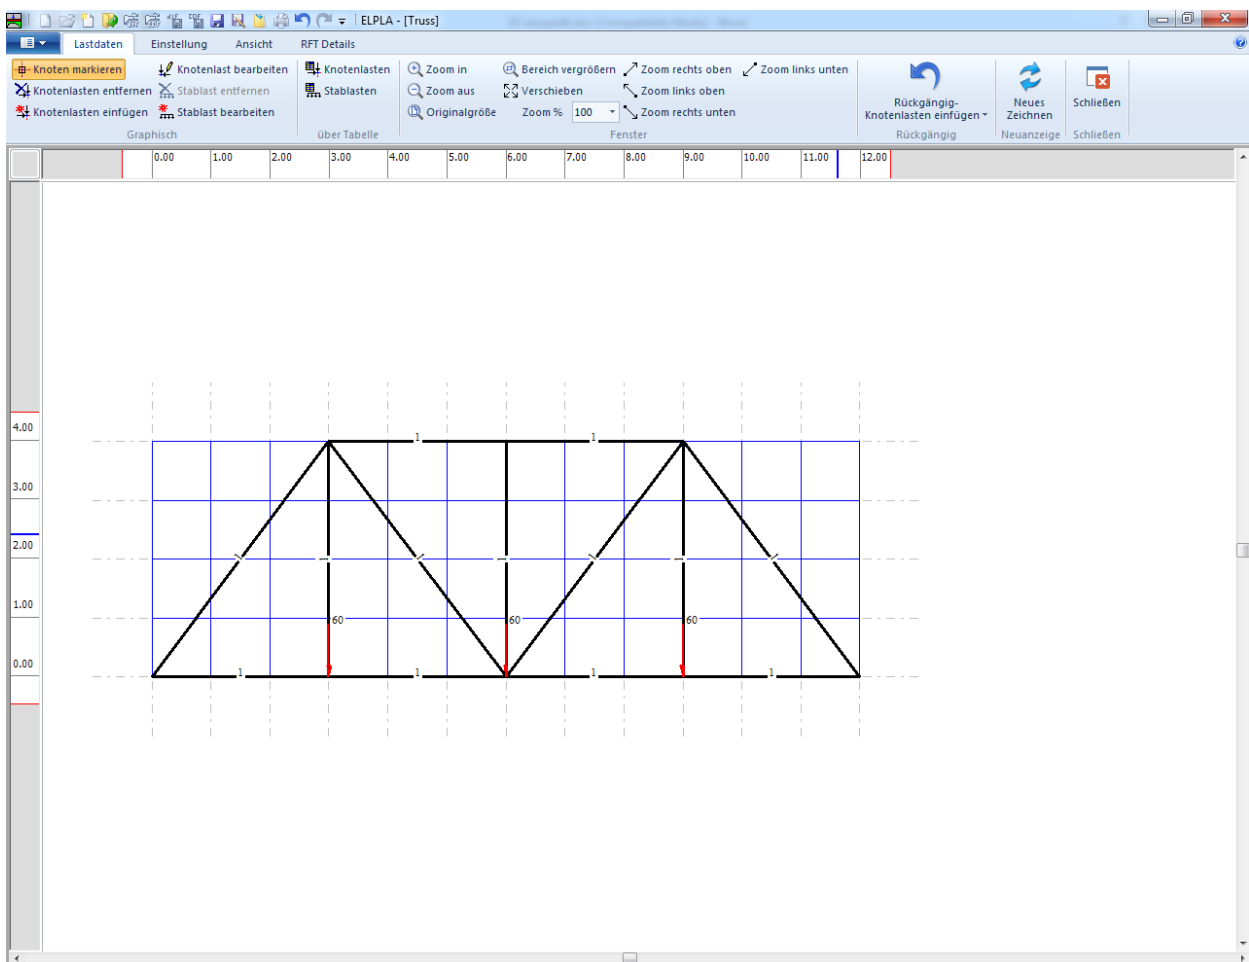

Bild 6.29 Knotenlasten auf dem Bildschirm
Nach der Definition der Knotenlasten sollte der Bildschirm wie das folgende Bild 6.29 aussehen.
- Wählen Sie den Befehl "Speichern" aus dem "Datei"-Menü im Bild 6.29, um die Lastdaten zu speichern
- Wählen Sie "Schließen" aus dem "Datei"-Menü im Bild 6.29, um zum Hauptfenster des Programms *ELPLA* zurückzukehren